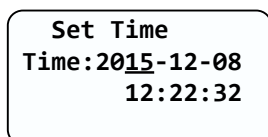

Fig. 6.3.11
- 3) À la fin de cette séquence, tapez trois fois pour valider, puis passez à la séquence suivante, comme illustré sur la Figure 6.3.11 et la Figure 6.3.12.